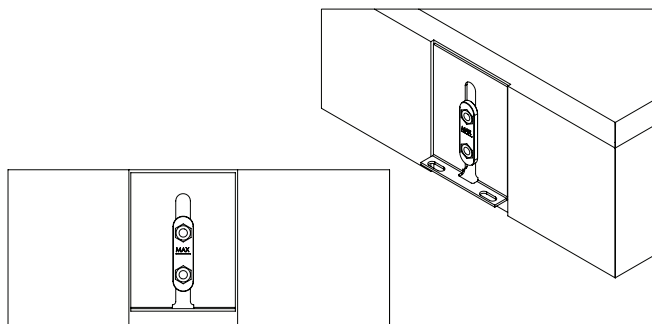

Figura 12
- Sujete los soportes en L con las pestañas con los 8 tornillos mecánicos suministrados (consulte la Figura 12).